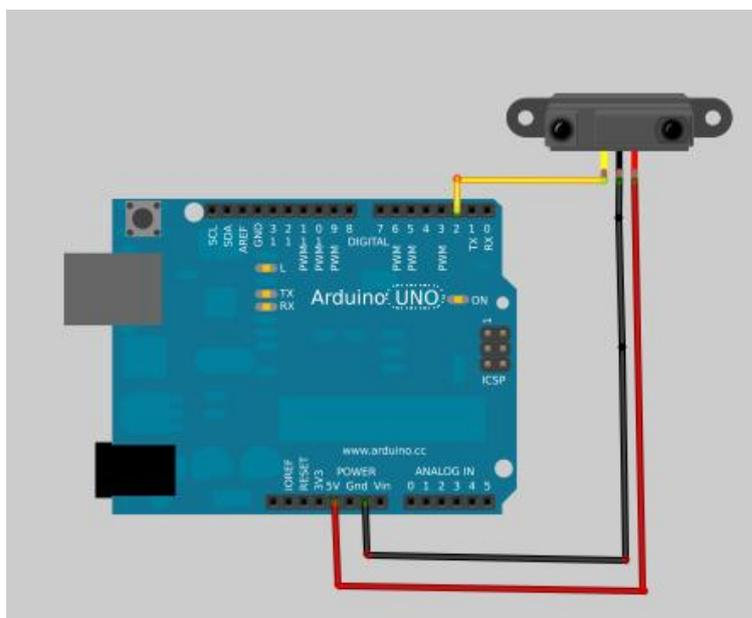

Figura 32: Sensor Infravermelho - Sharp GP2Y0A21YK0F
**Pinagem:** O sensor infravermelho - Sharp GP2Y0A21YK0F possui três terminais, sendo o primeiro para saída de dados, o segundo sendo o GND (ground) e o terceiro o pino de 5V, a Figura 32 mostra a ligação com uma placa Arduino.